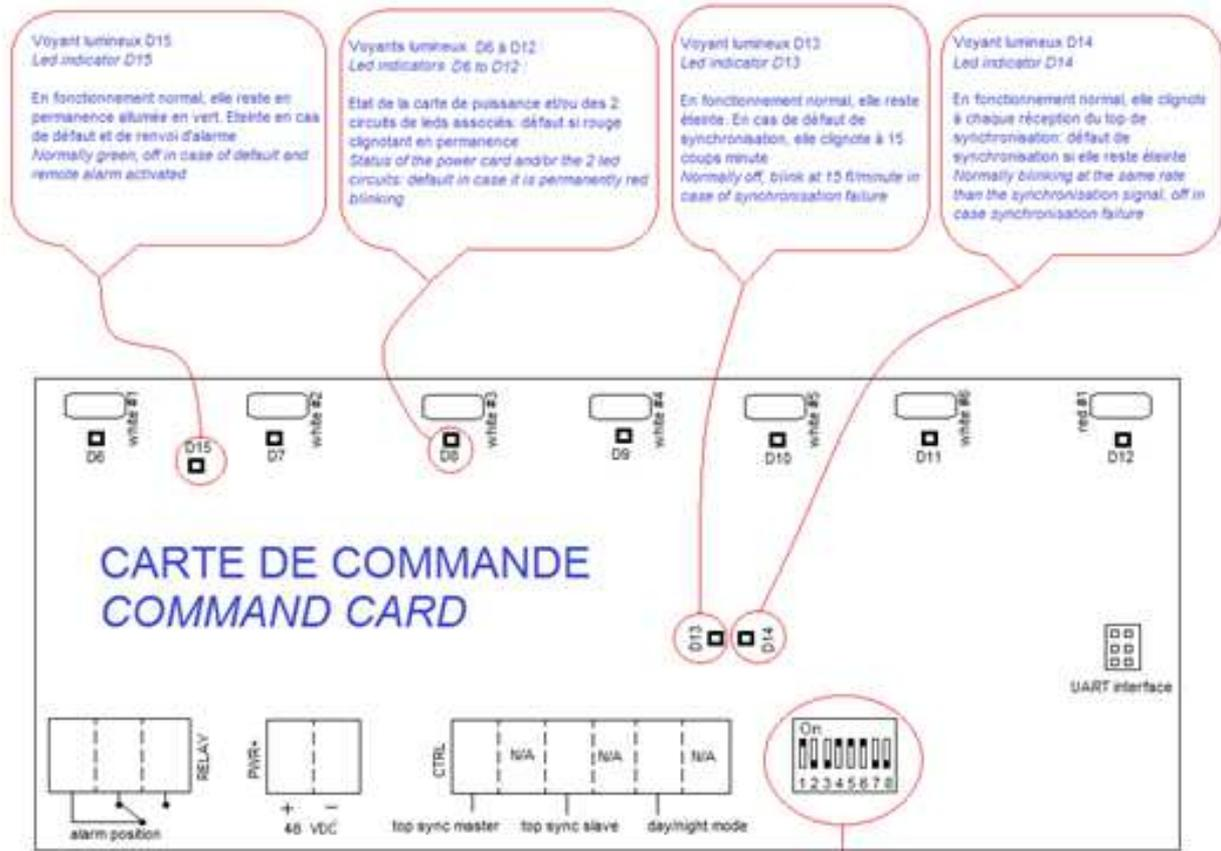

Figure 2-2. VOYANTS ET MICRO INTERRUPTEURS SUR LES 2 CARTES DE COMMANDE
- Sur les 2 cartes de commandes: 14 indicateurs lumineux selon la figure 2-2